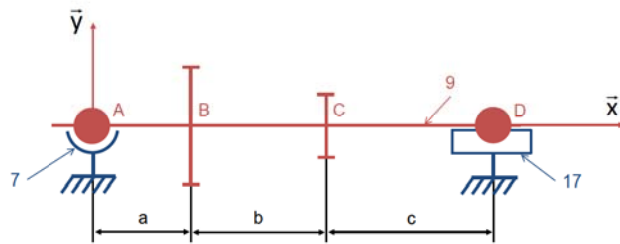

Figure 20 – Boite de vitesse
Soit $R(A, \vec{x}, \vec{y}, \vec{z})$ le repère lié à l'arbre (9) modélisé par une poutre d'axe (A, \vec{x}) , figure 20.